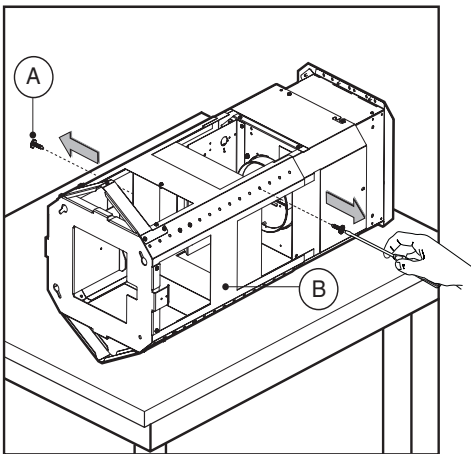

Fig.3
- Prendere la struttura dall'imballo e togliere le 2 viti **A** per separare la parte superiore da quella inferiore (fig.3).